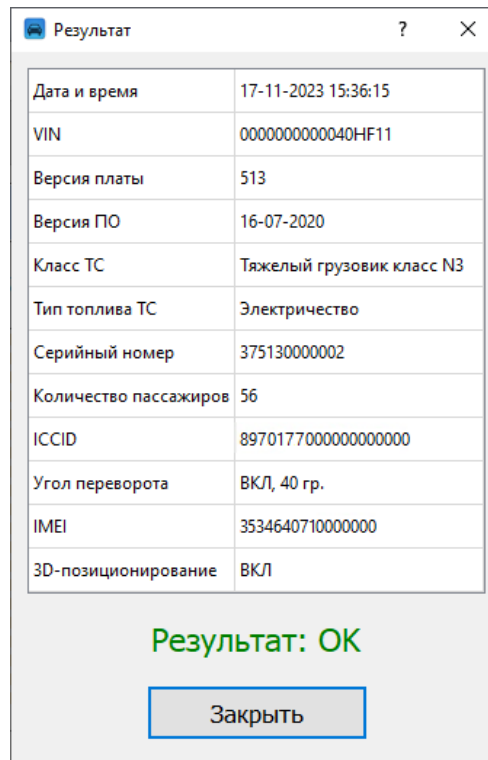

Рисунок 10 – Окно «Результат» при считывании параметров
- дождаться завершения считывания параметров и отображения окна программы «Результат» (Рисунок 10);